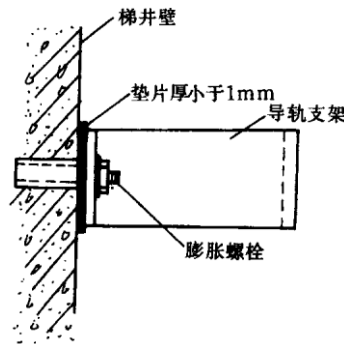

图 2-6 导轨支架导轨的连接
(2) 若墙面垂直误差较大，可局部剔修，使之和导轨支架接触面间隙不大于 1mm，然后用薄垫片垫实（图 2-6）。